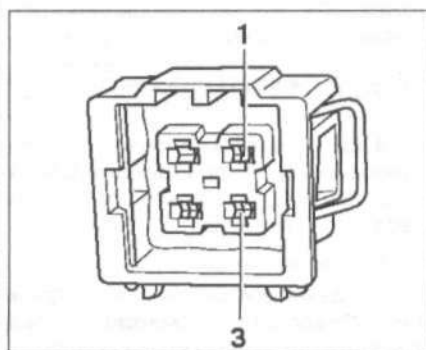

Рис. 6.80. Проверьте провод между тестером и разъемом на разрыв цепи.
- проверьте провод между тестером и разъемом на разрыв цепи: контакт 1 + гнездо 14, контакт 3 + гнездо 33 (рис. 6.80). **Заданное значение:** 1.5 Ом;
- проверьте провод между тестером и разъемом на разрыв цепи: контакт 1 и гнездо 70, контакт 3 и гнездо 54 (рис. 6.80). **Заданное значение:** 1.5 Ом;